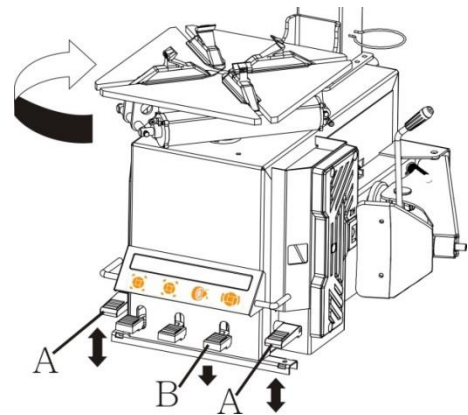

Abb. 12
- Testen Sie ob die Maschine richtig angeschlossen ist mittels der Pedale zur Bedienung der Drehscheibe (A, Abb. 12) einzudrücken Die Drehscheibe muss in Uhrzeigersinn drehen!! DIESER TEST IST SEHR WICHTIG!
- Folgend testen Sie den Fersenbrecher mittel eindrücken des Bedienungspedal (B, Abb. 12). Diesen Test führen Sie 3- bis 5-mal durch während eine zweite Person an der Ruckseite der Maschine beobachtet ob ein Tropfen Öl in das Reservoir (F, Abb. 11) injiziert wird. Findet Injektion des Öls nicht statt Stellen Sie die Injektion mittels der Stellschraube (E, Abb. 11) erneut ein.